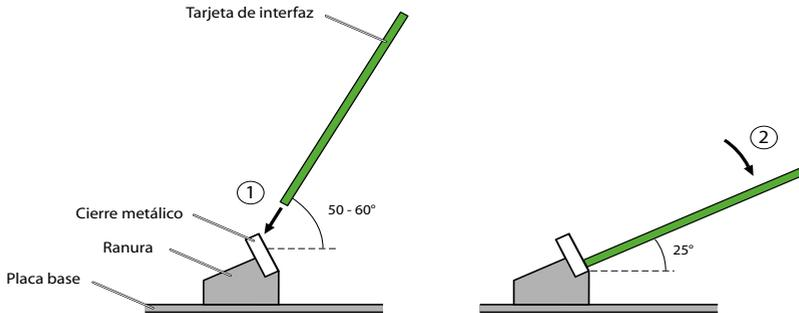

Fig. 23 Instalación de una tarjeta de interfaz
3. Coloque la tarjeta de interfaz con un ligero ángulo en la ranura de instalación (ver Fig. 23). Asegúrese de que el lado inclinado de la tarjeta de interfaz mira hacia atrás (es decir, no se debe proyectar sobre las ranuras de los adaptadores de cableado).